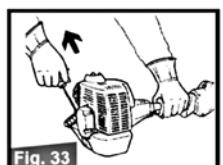

Fig. 33
8. Puxe completamente, três vezes, da asa do cabo de pôr em andamento (Fig. 33).
10. Puxe o cabo de pôr em andamento (Fig. 33) para arrancar o motor.